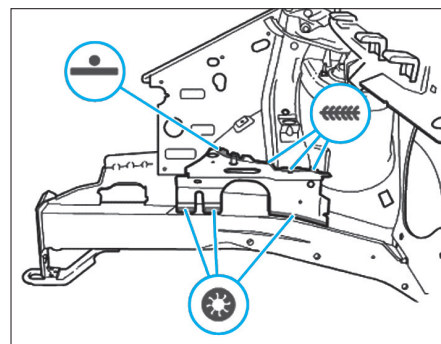

FIG. 3
• Immobiliser le véhicule et la pièce neuve sur les têtes de redressage (Fig.3).